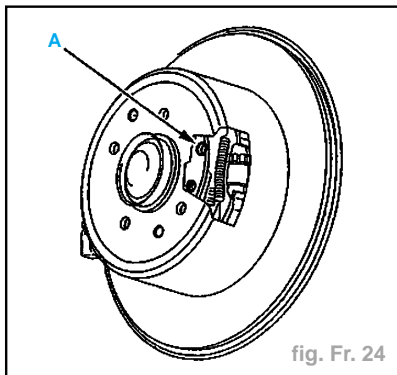

fig. Fr. 24
- Positionner le trou (A) face à la roue dentée du mécanisme de réglage (fig. Fr. 24).
- Actionner la roue dentée à l'aide d'un tournevis plat, à travers le trou (A), jusqu'à obtenir le blocage en rotation du disque.